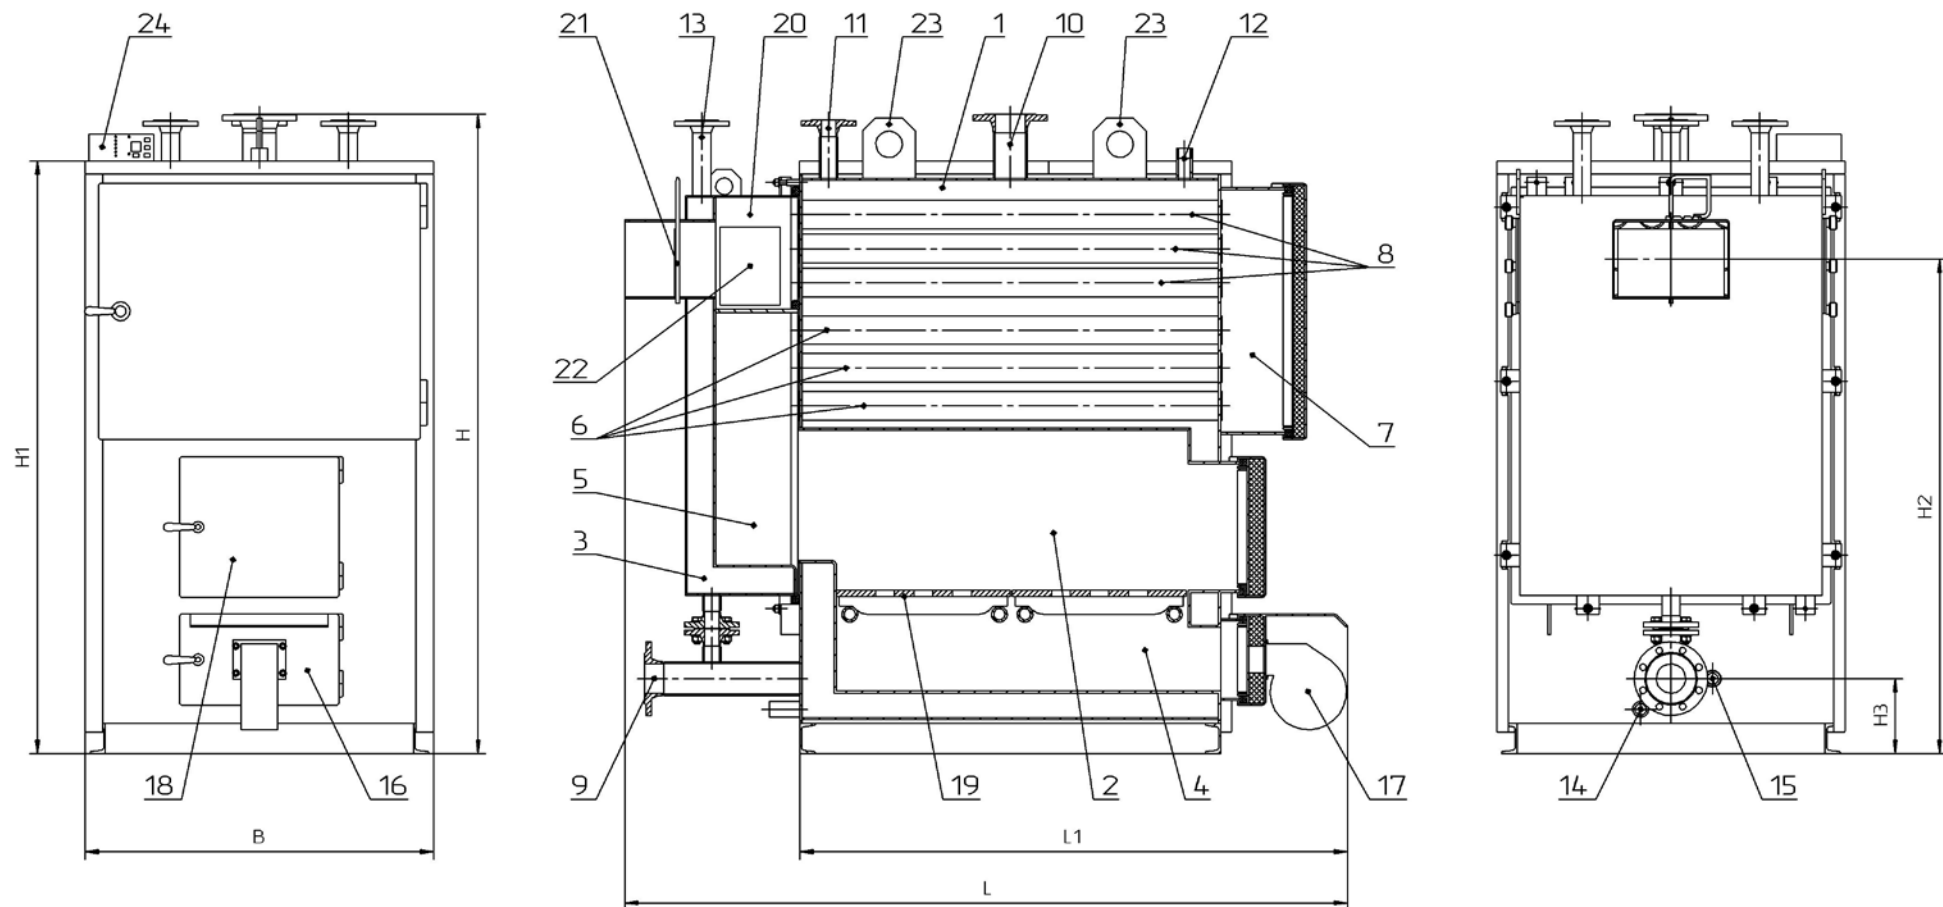

Рисунок 1 – Зовнішній вигляд та основні елементи котла
- **Забороняється експлуатація котла без застосування запобіжного клапана. На котлах потужністю 400-700 кВт повинно бути встановлено два однакові запобіжні клапани (один – на патрубку поз. 11, другий – на одному з патрубків поз. 13, рис. 1).**
5.1 Конструктивно котел являє собою горизонтально розташовану циліндричну збірно-зварену конструкцію (рис. 1), що складається з корпусу (поз. 1, рис. 1) з камерою згоряння (топкою) (поз. 2, рис. 1). Для покращення робочих характеристик і максимального відбору тепла в конструкції котла передбачений з'ємний економайзер (поз. 3, рис. 1).
Котел складається з таких зон: подачі повітря на горіння (поз. 4, рис. 1), топки (поз. 2, рис. 1), зони чищення котла (поз. 7, рис. 1), жаротрубного вузла (поз. 6, 8, рис. 1), з'ємного економайзера (поз. 3, рис. 1).
Підведення і відведення теплоносія (води) здійснюється відповідно через патрубки зворотної мережної води (поз. 9, рис. 1) і прямої мережної води (поз. 10, рис. 1).
У верхній частині корпусу котла розташовано патрубок для монтажу запобіжного клапана (поз. 11, рис. 1), а також штуцер для встановлення групи безпеки котла (поз. 12, рис. 1).
У верхній частині економайзера (поз. 3, рис. 1) розташовано два патрубки однакового діаметру (поз. 13, рис. 1), один з яких необхідно використати при монтажу котла для приєднання економайзера до контуру рециркуляції, а інший – для монтажу запобіжного клапана економайзера.
На задній стінці котла окрім патрубка зворотної мережної води розташовано штуцер для зливу води з котла (поз. 14, рис. 1) та штуцер для видалення конденсату з зони подачі повітря на горіння (поз. 15, рис. 1).
Для забезпечення якісного згоряння палива на дверцятах до зони подачі повітря в камеру згоряння (поз. 16, рис. 1) змонтований вентилятор нагнітання (поз. 17, рис. 1).
Завантаження палива проводиться через завантажувальні дверцята (поз. 18, рис. 1).
Порожнина внутрішньої обичайки утворює топочну камеру прохідного типу в якій укладено чавунні колосникові ґрати (поз. 19, рис. 1) для розміщення на них шару палива. Димові гази проходять всередині топки (поз. 2, рис. 1) і далі, через поворотну камеру (поз. 5, рис. 1), проходять всередині жарових труб (поз. 6, 8, рис. 1) після чого надходять до короба збору димових газів (димозбірника) (поз. 20, рис. 1), звідки через патрубок (боров) виводяться в атмосферу по димовій трубі.
5.3 На задній стінці котла за допомогою різьбових шпильок закріплений економайзер із димозбірником. У димозбірнику розташовано шибера тяги топочних газів (поз. 21, рис. 1) та люки для чищення (поз. 22, рис. 1).
5.5 У верхній частині котла (або на боковій стінці) змонтовано блок автоматики управління котлом (поз. 24, рис. 1). У верхній частині корпусу також розташовані такелажні елементи – провусини (поз. 23, рис. 1) – передбачені для підймання котла за допомогою вантажопідйомних механізмів.